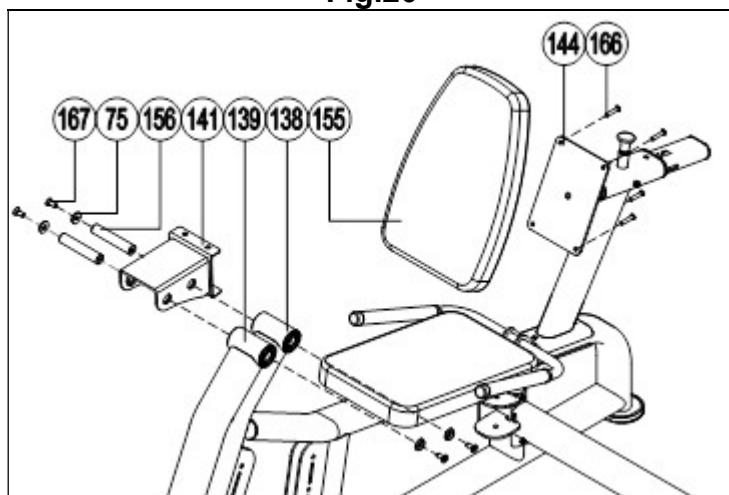

Fig.21
21.- Coloque el soporte apoyapies (143) en el brazo (141), Fig.21.
Coloque el apoyapies (142) en el brazo (141) y fíjelo usando los tornillos (161), las arandelas (11) y las tuercas (10), Fig.21.
Coloque los tornillos (118) para fijar el soporte (143) con el apoyapies (142), Fig.21.